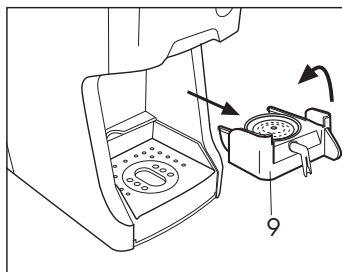

Fig. 10
- Tirare e alzare il portacialda (9) per estrarlo e capovolgerlo (Fig. 10)